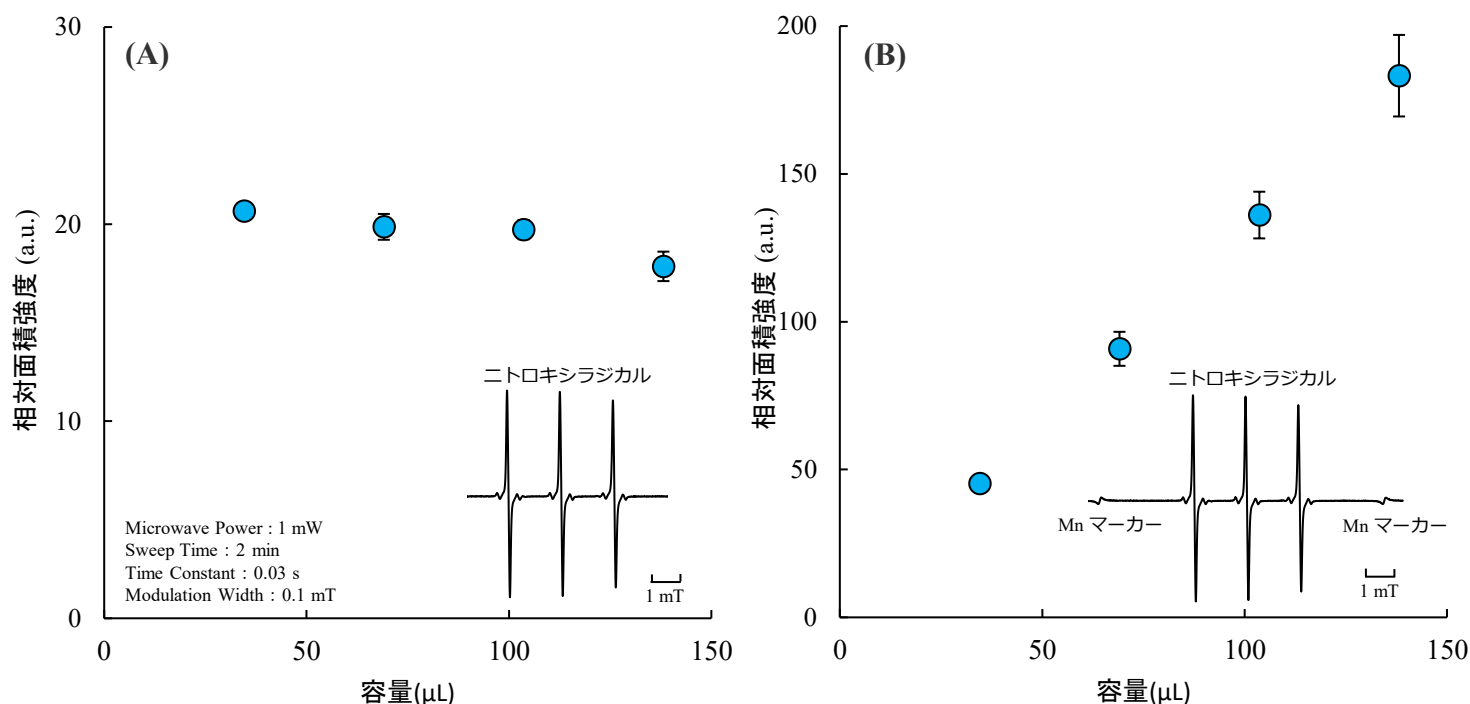

図1. ニトロキシラジカル水溶液の容量と ESR信号の 相対面積強度
ニトロキシラジカルを超純水に同濃度で希釈して、同条件にて ESR 測定をした際の ESR 信号の面積を縦軸、容量を横軸として図 1 に示します。ESR 信号の面積とその誤差は試料の角度を 5 回変えて平均した値とその標準偏差を使用しています。(A) は感度補正前の相対面積強度、(B) は同条件にて一緒に測定した Mn マーカーの面積で (A) を規格化した結果です。Mn マーカーは常に同量がキャビティーに挿入されており、感度変化が起こると Mn マーカーの信号強度にその影響が反映されるため、感度を補正することが可能です。図1 (A)では、試料の容量が増えても相対面積強度は増加しておらず、容量が増えるほど誘電損失の影響を強く受けて感度が低下したと考えられます。一方、図1(B)に示すように、Mn マーカーにて感度補正をした場合、容量と相対面積強度の比例関係が確認できました。このように、感度補正することで相対面積強度はラジカル量をより正確に反映することがわかります。試料の物性や容量の増減で感度に変化が生じる場合は、Mn マーカーを用いた感度補正をすることで信頼性の良い定量結果が期待されます。